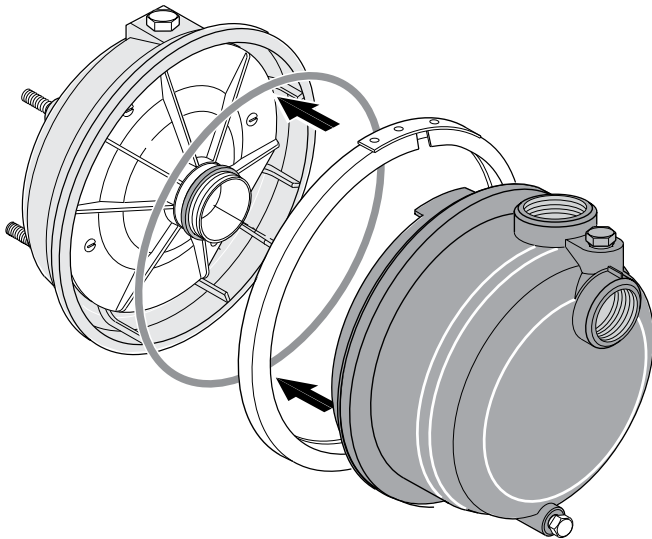

Figura 27 – Ensamblar la Bomba
2. Coloque el aro tórico en la ranura en la cara de la brida; una las mitades de la bomba (consulte la Figura 27).